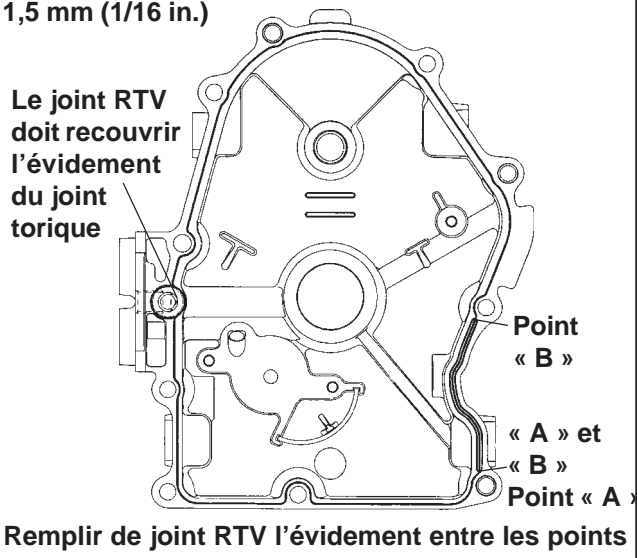

Figure 11-17. Application du joint du carter inférieur CV17-23.
3. Appliquer un cordon d'enduit de 1,5 mm (1/16 in.) sur la surface d'étanchéité du carter inférieur des moteurs CV17-23. Voir la Figure 11-17 pour l'application du joint. Utiliser un joint pour les moteurs CV25-745.